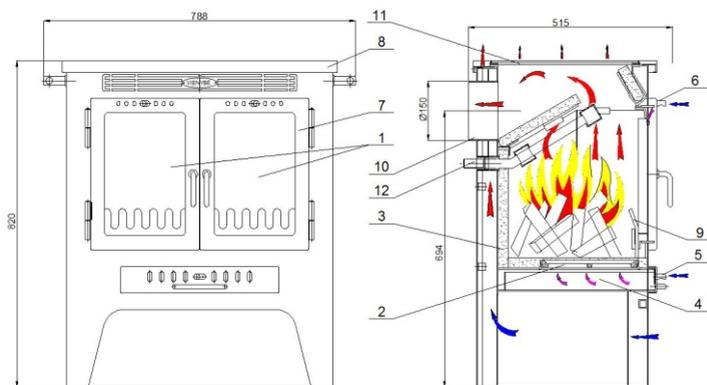

Рис. 1
Топка в печке выложена огнеупорной плиткой (вермикулит) 3 (см. рис. 1), которая улучшает горение. В дверцу печи 7 вмонтировано термостойкое стекло, которое позволяет видеть пламя. Первичная подача воздуха регулируется при помощи заслонки 5. Вторичная подача воздуха в топку подается через заслонку регулирования 6. В печке
Печка должна быть смонтирована таким образом, чтобы не были бы заблокированы заслонки регулирования подачи воздуха 5 и 6 (см. рис. 1).
**Разжигание.** Полностью откройте заслонки первичной и вторичной подачи воздуха 5 и 6 (см. рис. 1). На дно топки положите два полена маленького размера, оставляя между ними промежутки. В промежутки вложите скомканную бумагу или таблетку твердого топлива, на которую нужно крестообразно положить мелко нарубленные сухие дрова, на них положить дрова средней величины. Бумагу поджечь и после ее возгорания закрыть дверцу. Ручка дверцы может быть горячей, поэтому надо пользоваться защитной рукавицей. Интенсивность горения регулировать при помощи заслонок подачи воздуха.